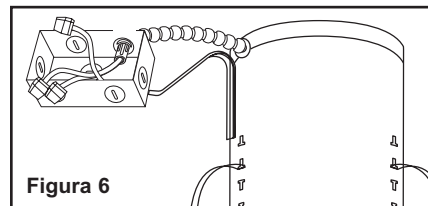

Figura 6
**Paso 2.** Quite la tapa de la caja de conexiones. Quite los troqueles correspondientes para conectar ducto metálico flexible o cable no metálico a la caja de conexiones con los conectores correctos (por otros) (Figura 6).